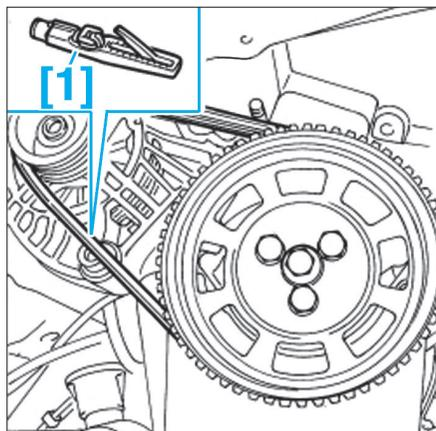

FIG. 3
[1]. Dynamomètre de réglage de la tension (réf : 1.895.762.000) (Fig.3).
- Contrôler la tension (30 à 35 daN) avec l'outil [1] (Fig.3).